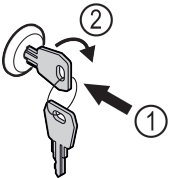

Fig. 123
- ▶ Dugja be a kulcsot Fig. 123 (1).
- ▶ Forgassa el a kulcsot 90°-kal az óramutató járásával megegyező irányba Fig. 123 (2).